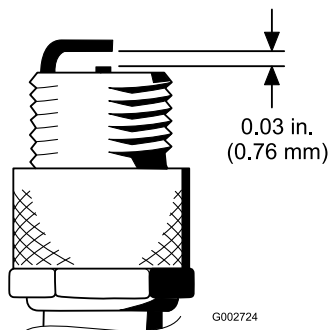

Bild 29
4. Stellen Sie den Elektrodenabstand zwischen der mittleren und der Seitenelektrode auf 0,76 mm ein (Bild 29). Setzen Sie eine Zündkerze mit korrektem Elektrodenabstand und der Dichtung ein und ziehen Sie sie mit 23 N·m an. Wenn Sie keinen Drehmomentschlüssel benutzen, ziehen Sie die Kerze fest an.